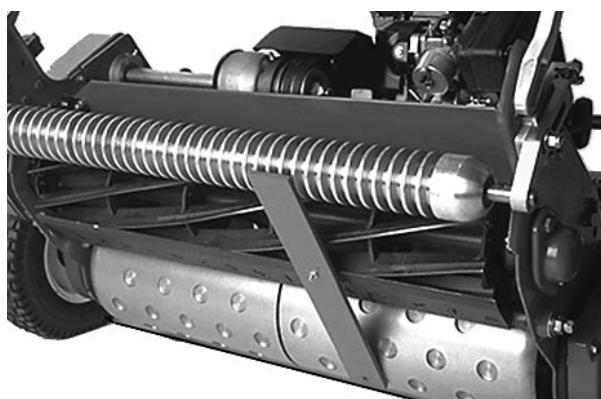

Fig. 8
4. Agganciare la testa della vite sul tagliente della controlama ed appoggiare la parte posteriore della barra di riferimento sul rullo posteriore (Fig. 8).